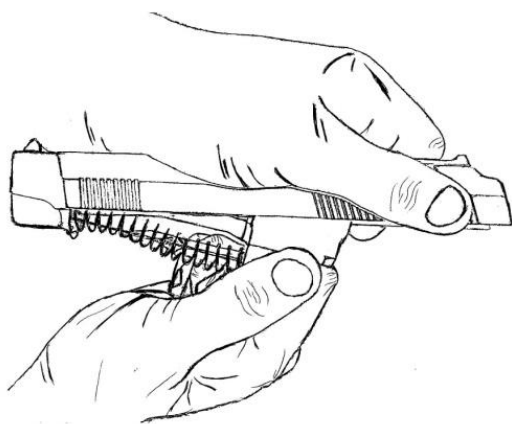

Рис. 52. Отделение ствола со штоком и возвратной пружиной от затвора
5. Отделить ствол со штоком и возвратной пружиной от затвора, для чего, взявшись за выступающую часть муфты, повернуть ствол с перемещением его вперед до выхода казенной части за досылатель затвора и отделить ствол со штоком и возвратной пружиной (рис. 52).